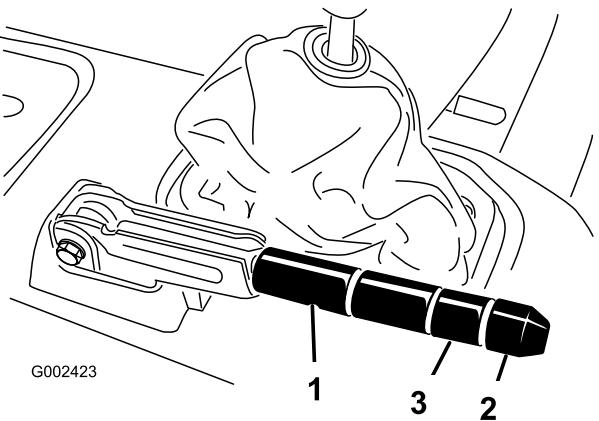

Figura 63
2. Desaperte o parafuso de afinação que fixa o manípulo à alavanca do travão de mão (Figura 63).